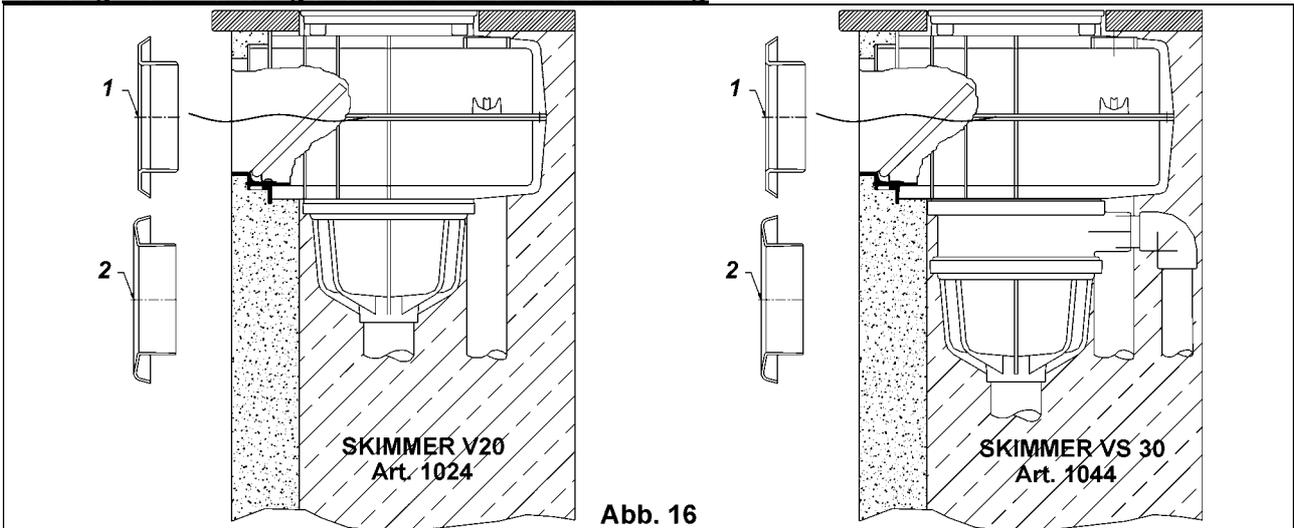

Abb. 16
3.1 Einbau der Skimmer V 20 und VS 30 in Betonbecken (Abb. 16)
Bei Einbau in Betonbecken wird der Skimmer V 20 bzw. VS 30 vollständig in die Beckenwand eingelassen und einbetoniert. Durch die äußerst kurzbauende Grundauführung des Skimmer ist diese Möglichkeit auch bei geringen Wandstärken gegeben. Mit der Skimmerblende Art. 1020 / ABS weiß bzw. Art. 10201 / Edelstahl V4A werden die Plattierungsänder überdeckt und der Fliesenausgleich bis zu einer Differenz von 25 mm hergestellt. (Abb. 16)